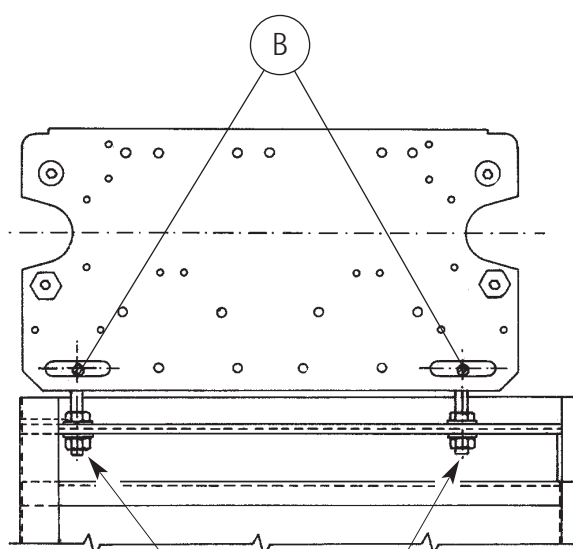

Abb. 1
Den Gleitschuh auf den Exzenterbolzen schieben, bis die Kunststoffkrallen (1) in die Nut einrasten (Abb. 1).